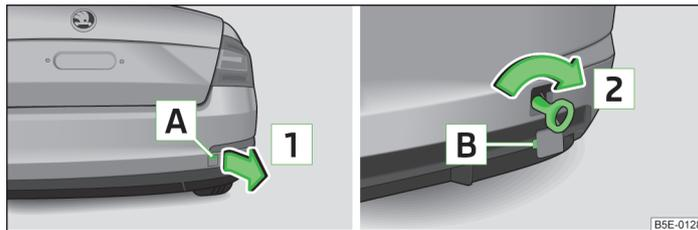

Fig. 198 Pare-chocs arrière : Démontage du capuchon/montage de l'œillet de remorquage
- Appuyez sur le cache au niveau de **A** » fig. 198.
➤ Vissez l'œillet de remorquage manuellement à fond dans le sens de la flèche **Z** » fig. 198 » **!**.